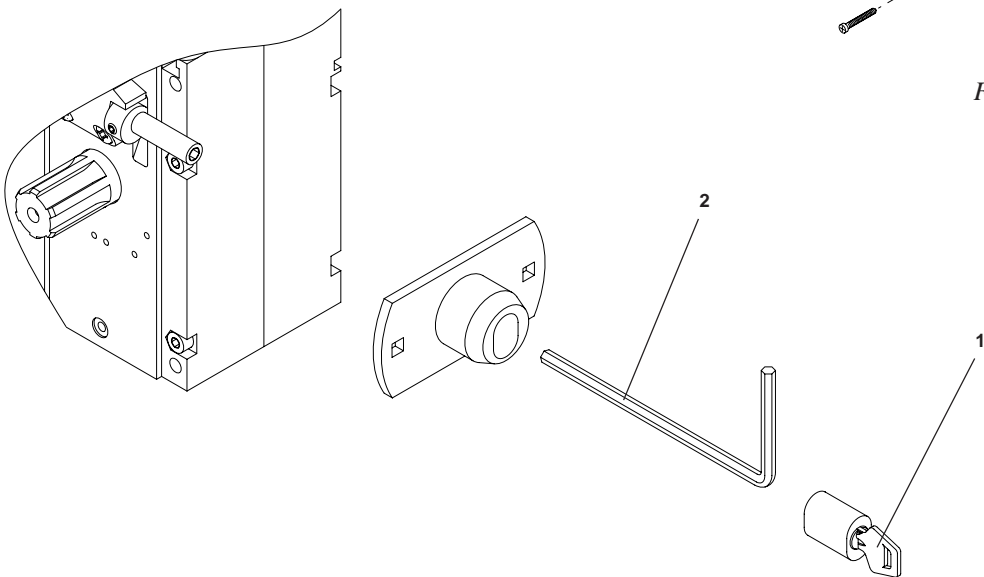

Fig.13
7.3 Sblocco esterno con chiave personalizzata (fig. 13).
### 7.3 External release with personalized key (fig. 13).